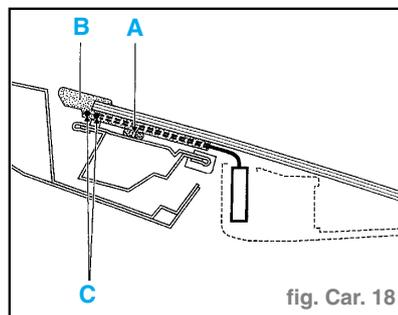

fig. Car. 18
- Lors d'une découpe au câble, couper le cordon de colle (A) en prenant soin que le câble soit parallèle au bord de la lunette. En respectant cette consigne, on limite les agressions au niveau du surmoulage (B) plus particulièrement dans la zone de passage des fils d'alimentation (C). (fig. Car. 18)